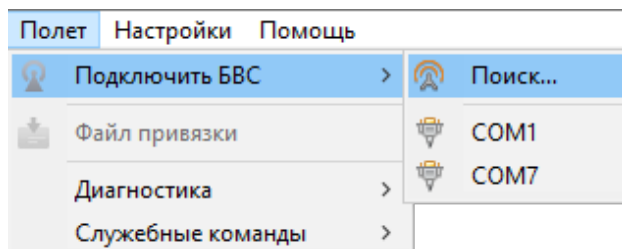

Рис. 94: Подключение БВС
1. Для подключения БВС выберите в основном меню **Полет > Подключить БВС > Поиск..** (рис. 94).